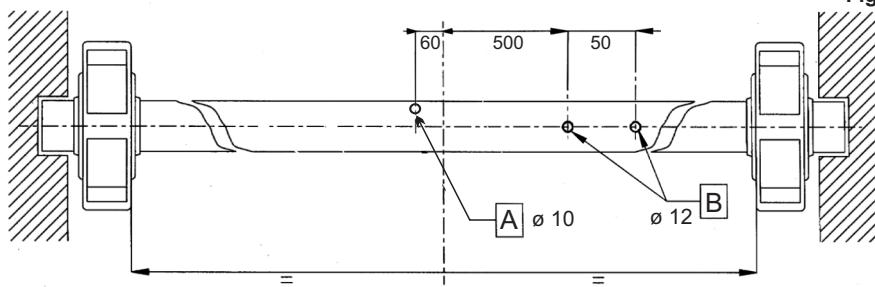
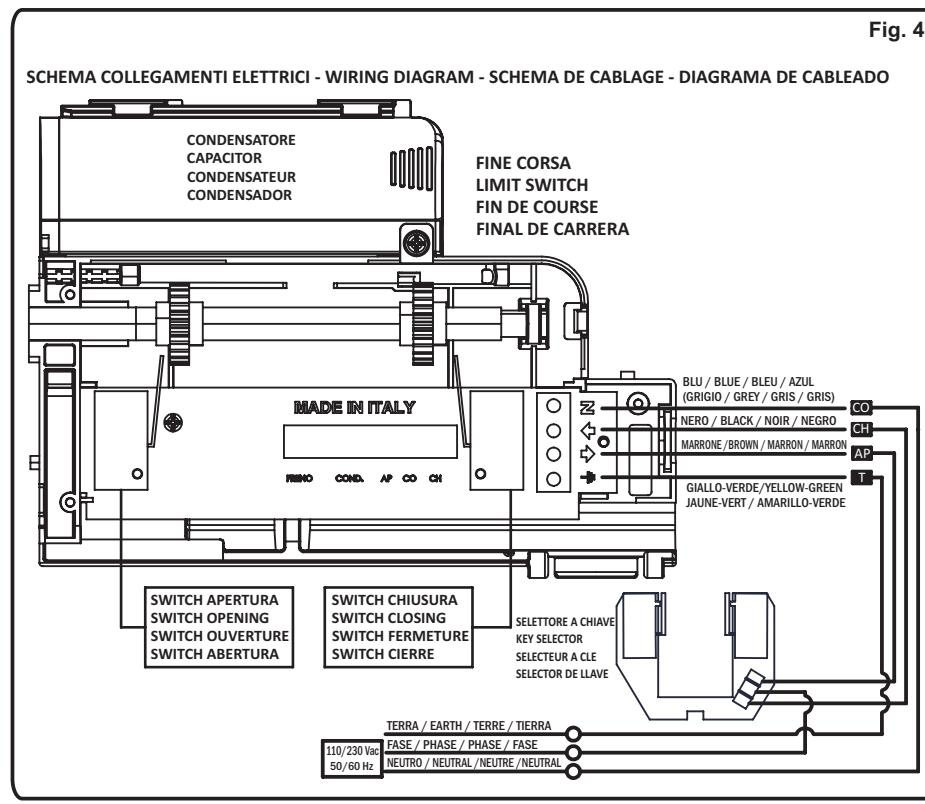

Fig. 1
Fig. 4
B) Effettuare sull'albero della serranda le tre forature non passanti (FIG. 1).
F) Se l'albero della serranda è inferiore al diametro del foro dello chassis del motoriduttore è necessario a questo punto montare i manicotti di riduzione, posizionandoli con riferimento al foro A diametro 10 mm, già effettuato (fig. 1).
P) Introdurre il cavo 4X1 in dotazione all'interno del foro B (fig 1), evitando qualsiasi contatto con le parti in movimento; eseguire i collegamenti elettrici secondo lo schema elettrico in fig.4. In presenza di motoriduttore con elettrofreno, introdurre la guaina del freno all'interno del secondo foro B.
Q) Dopo avere effettuato le connessioni elettriche - (FIG.4) – procedere alla regolazione del fine corsa come segue (FIG.4) :
B) Effectuer sur l'arbre du rideau les trois crevaison non débouchants (FIG. 1); si le moteur n'est pas doué d'électro-frein, effectuer seulement le crevaison B.
F) Si le tube du rideau est inférieur au diamètre du trou du châssis du moteur, il sera nécessaire d'appliquer les réductions en plastique, avec référence au trou A de 10 mm, déjà effectué (fig. 1).
P) Introduire le câble 4X1, en dotation, dans l'intérieur du trou B (fig 1) en évitant le contact avec les parties en mouvement; exécuter les connexions électriques, selon le schéma indiqué dans la fig.4. En présence de moteur avec de l'électro-freno, introduire la gaine du frein à l'intérieur du second trou B.
Q) Après avoir effectué les raccordements électriques - (FIG.4) - procéder au réglage du fin de course comme suit (FIG.4) :
B) Effect on the tube of the shutter 3 non passing perforations (figure 1); If the motor is not equipped with electrobrake, make only perforation B.
F) In case the tube of the shutter is inferior to the diameter of the hole chassis motor, you must mount the sleeves reduction positioning them with reference to the hole A diameter 10 mms, (fig. 1).
P) Introduce the electric cable 4X1 into the hole B (fig 1), avoiding any contact with the parts in movement. Perform the electric connections according the electric plan (fig.4). In presence of motor with electrobrake, introduce the sheet of the brake inside the second hole B.
Q) After making the electrical connections - (FIG.4) – proceed to adjust the limit switch as follows (FIG.4) :
B) Efectuar sobre el árbol del cierre metálico los tres taladros no pasante (FIG. 1); en el caso de motor sin electrofreno, efectuar un solo taladro B. (Fig.1)
F) Si el árbol del cierre metálico es inferior al diámetro del taladro del chasis del motor, es necesario montar las reducción de plástico, posicionándola con referencia al taladro A. diámetro 10 mm, ya efectuados. (Fig. 1).
P) Introducir el cable eléctrico 4X1 en el taladro B (Fig 1) evitando cualquier contacto con las partes en movimiento; Ejecutar los empalmes según el esquema eléctrico en fig.4 En presencia de motor con electrofreno, introducir la funda del freno dentro del segundo taladro B (Fig. 1).
Q) Después de haber realizado las conexiones eléctricas - (FIG.4) - proceda a regular el final de carrera de la siguiente manera (FIG.4) :